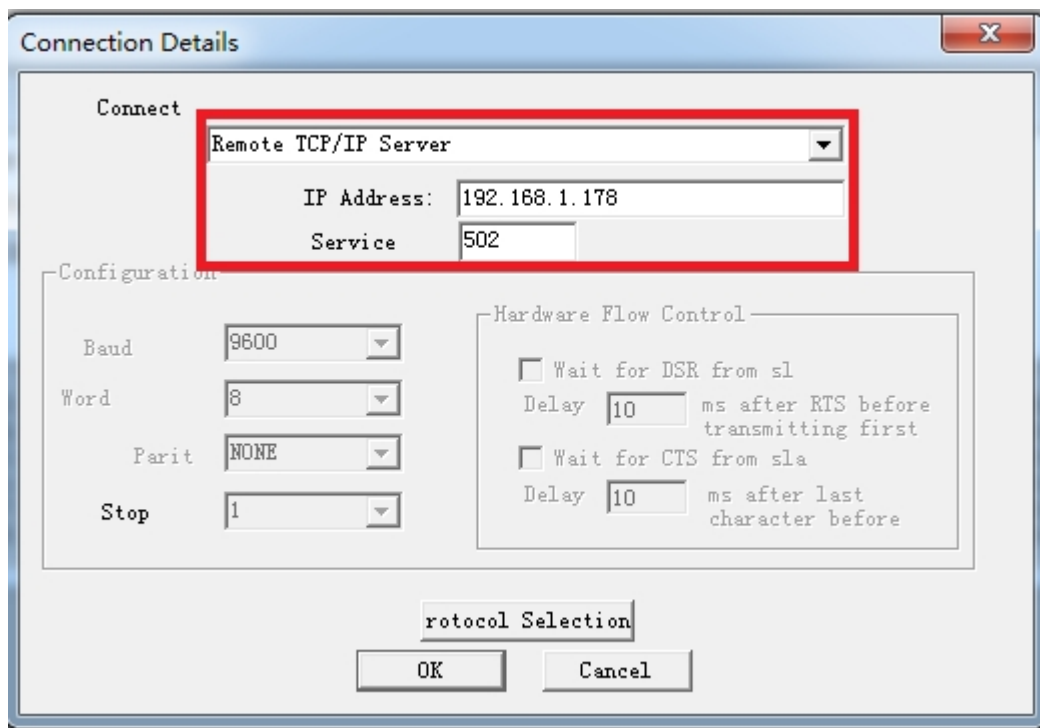

图 1
2. 选择菜单 Connection/Connect, 选择 Remote TCP/IP Server, 输入 TK 6000-FP 的 IP 地址, Service 端口为 502; 点击[OK]按钮, 如图 1 所示。